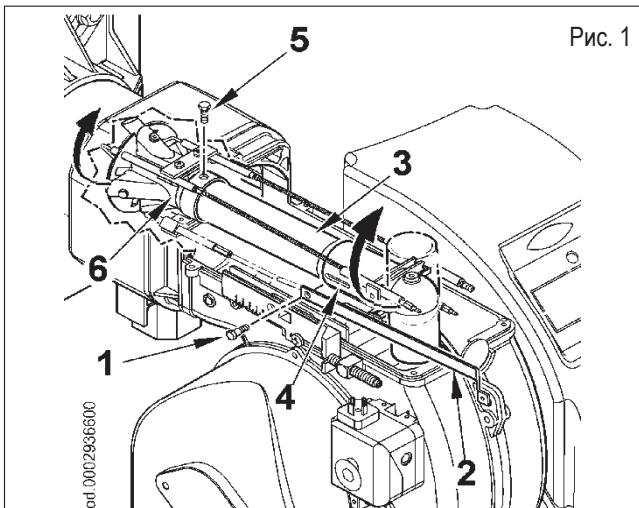

Рис. 1
- 2) Поверните на 180° коленчатый фитинг (4) и смеситель (6) так, чтобы вход газа был обращен вверх (рис. 1). Снова закрепите смеситель и шток продвижения узла к газоподающей трубе.